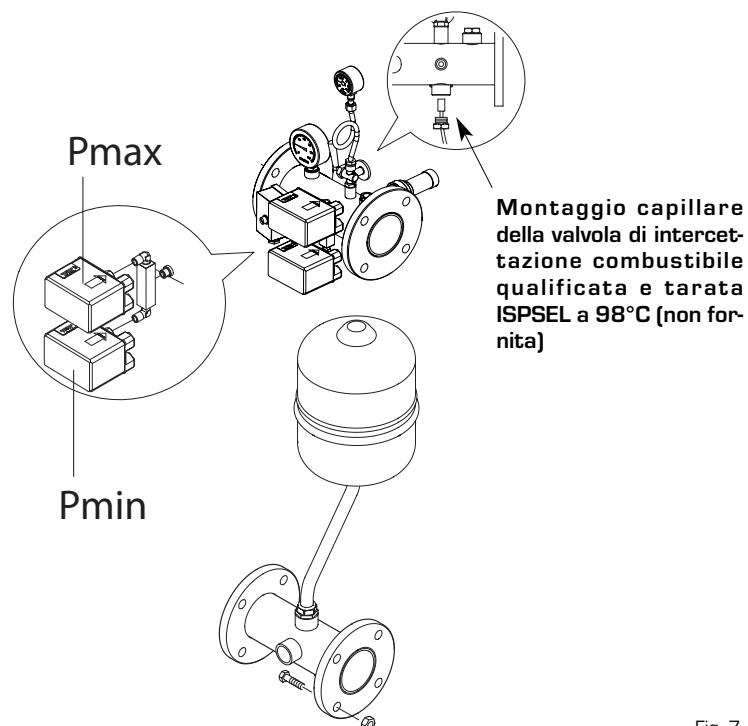

Fig. 7
2.8 KIT SICUREZZE ISPSEL (fig. 7)
Il montaggio del kit sicurezza ISPSEL è obbligatorio nei moduli 100-150 BOX (M). La SIME fornisce il kit sicurezze ISPSEL cod. 8101544 per installazioni con attacchi sul lato sx. Il kit è formato dai seguenti componenti (fig. 7):